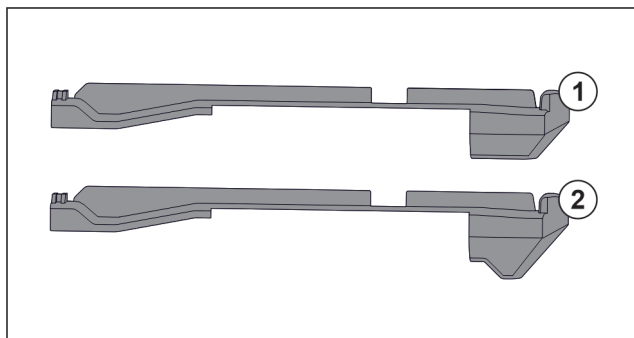

Fig. 74 Sammenligning av påsettingsdeler
I apparatet finnes to ulike påsettingsdeler. Påsettingsdel over en nederste skuffen Fig. 74 (2) har en trekantet kant. Alle andre påsetting Fig. 74 (1) har en rett kant.
- ▶ Anbring påsettingsdel Fig. 74 (2) med trekantet kant over nederste skuff.
- ▶ Anbring påsettingsdel Fig. 74 (1) med rett kant til alle andre steder.